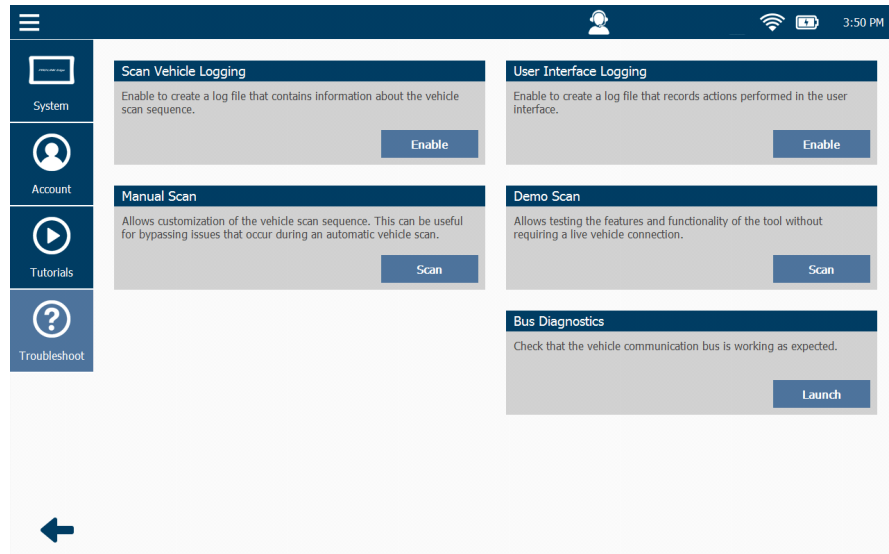

Figura 8.11 Menú de Solución de Problemas
- 1 Toque el botón **Scan** (consulte la Figura 8.11).
Seleccione **End Session** en el menú desplegable en la esquina superior izquierda de la pantalla para finalizar el Modo Demostración y volver al menú Solución de problemas (Figura 8.11).
- 5 Toque la **flecha negra** para regresar al menú Solución de problemas (Figura 8.11).